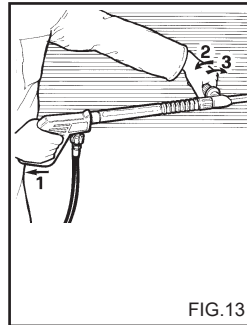

FIG. 13
**USO DE LA LANZA DOBLE (fig. 13).**